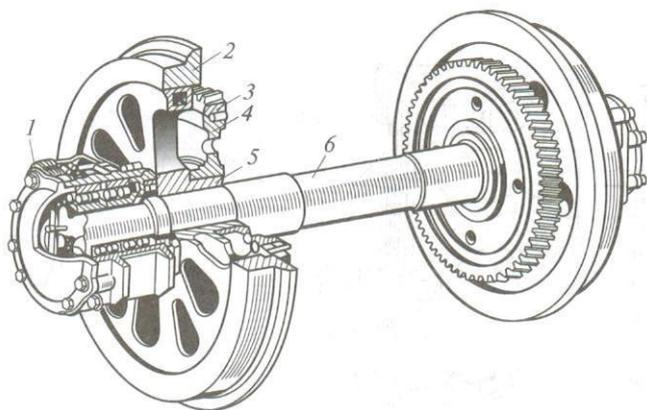

Рисунок 2.1 Колесная пара электровоза
1. Выполнить рисунок и написать название всех элементов колесной пары электровоза рисунок 2.1.